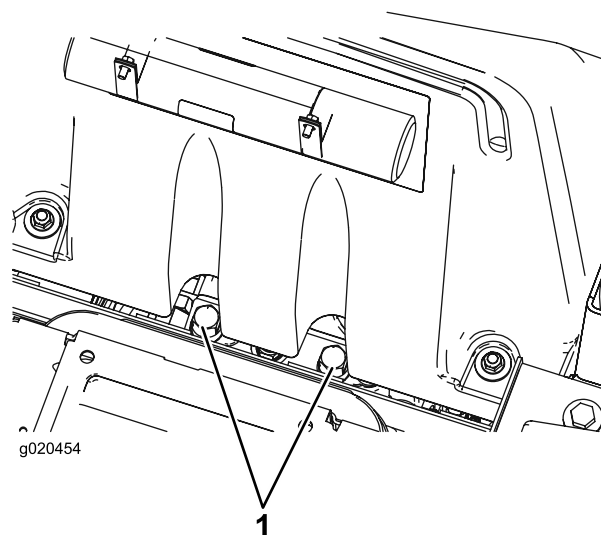

図 32
- 運転席を倒して燃料タンク前部の下にあるバイパスバルブを見つける 図 32。